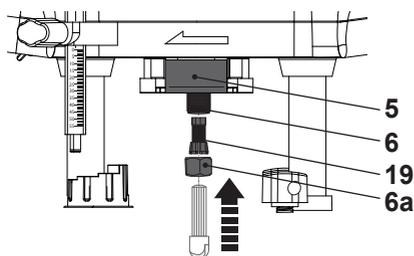

Рис. 4
- > Убедитесь, что установленная цанга (19) подходит для нужной фрезы, а если нет, то выкрутите зажимную гайку (6а) и цангу (19) из гнезда (6). Вставьте подходящую цангу (19) и закрутите зажимную гайку (6а) (Рис. 4).
- > Вставьте фрезу в цангу (19) хотя бы до отметки “К” на стержне (при наличии), или на 20 мм в цангу (19) (Рис. 4).